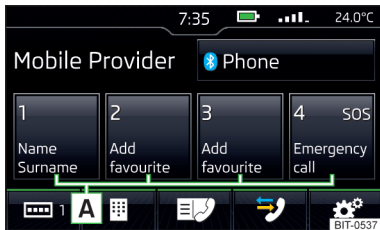

Abb. 168
- Im Hauptmenü *Telefon* die gewünschte freie Funktionsfläche  » **Abb. 167** bzw. » **Abb. 168 antippen.**
- Zum **Wechsel der Speichergruppe** die Funktionsfläche  » **Abb. 167** bzw. die Funktionsfläche  » **Abb. 168** antippen und die gewünschte Gruppe wählen.